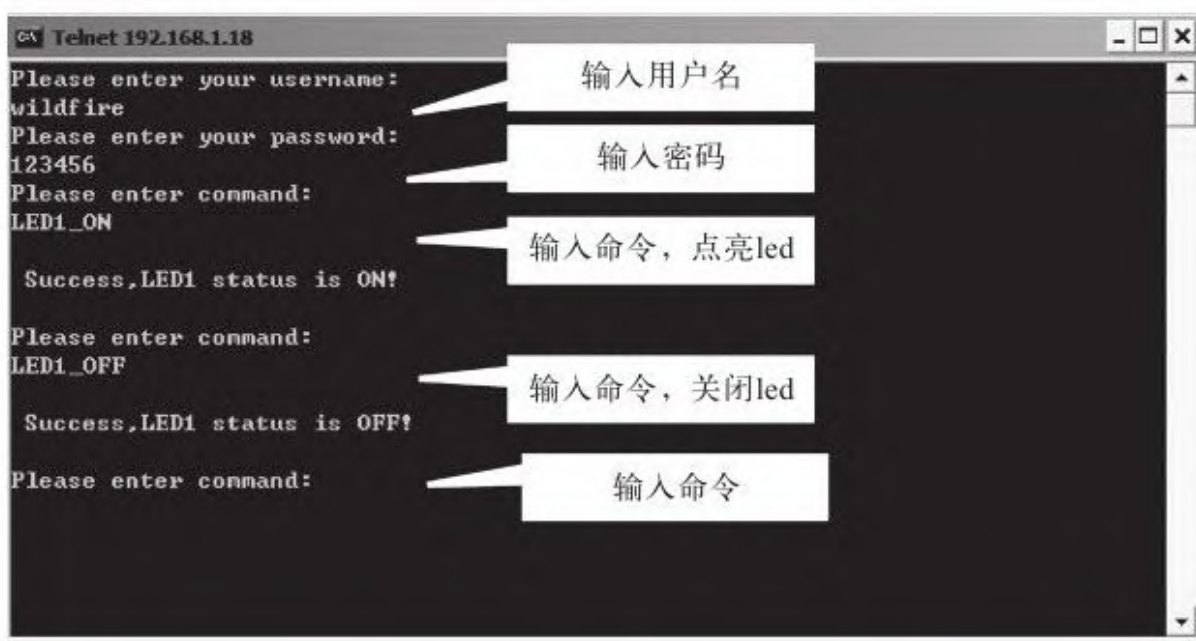

图 24-18 Telnet控制流程
②见图24-18，在弹出的窗口下输入用户名并回车：wildfire。